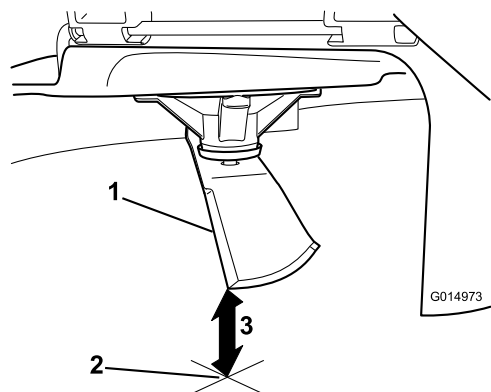

Figura 80
5. Misurate dalla punta della lama alla superficie piana (**Figura 80**).